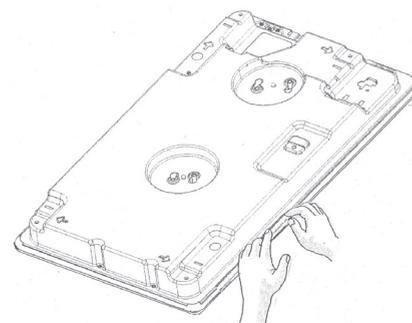

Fig. 1
1. Fije los muelles de ajuste (A) (fig. 1) con los tornillos facilitados. Respete en todo momento las distancias especificadas.
- Una vez realizada la conexión eléctrica, coloque la placa sosteniéndola por la parte superior y fijela a las abrazaderas, tal como se muestra en la fig. 1.